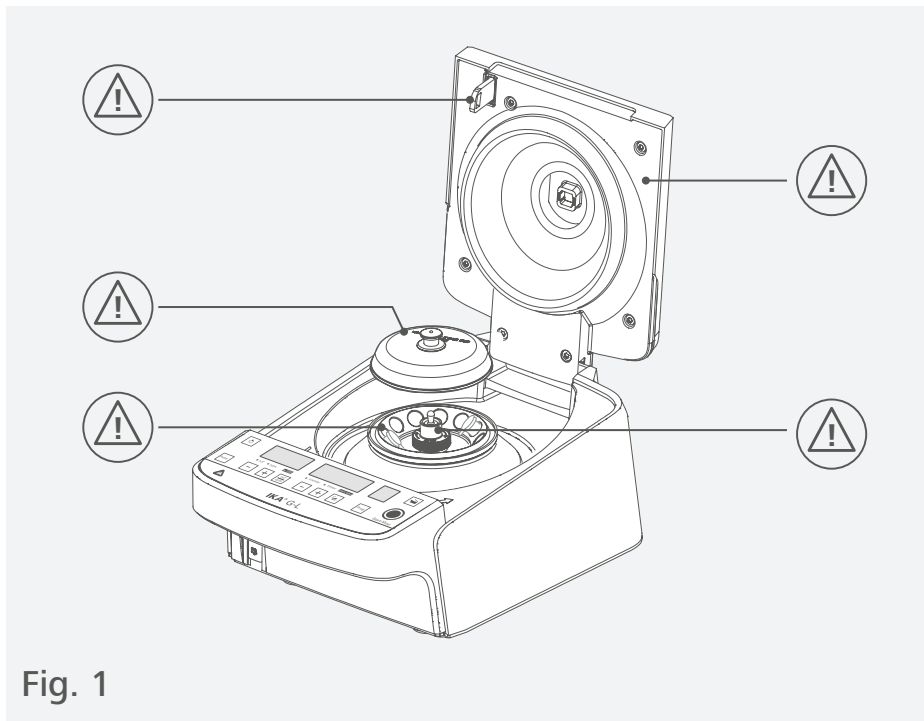

Fig. 1
- › Beachten Sie die gekennzeichneten Stellen in Fig. 1.